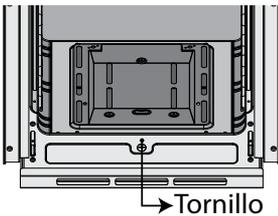

Figura 15
1. Abra la puerta del horno. El difusor está localizado en la parte inferior del producto. Figura 15, retire el tornillo de fijación.